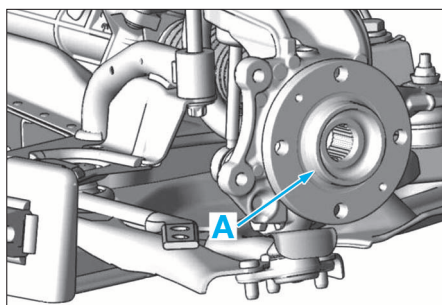

FIG.6
- nettoyer la surface en "A" (Fig.6).